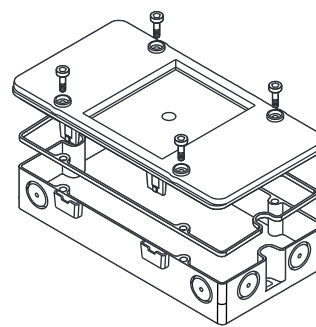

Fig. 11
5. Fixe a tampa adicional com 4 parafusos (Fig. 11). (Somente desta forma a proteção IP65 é garantida)